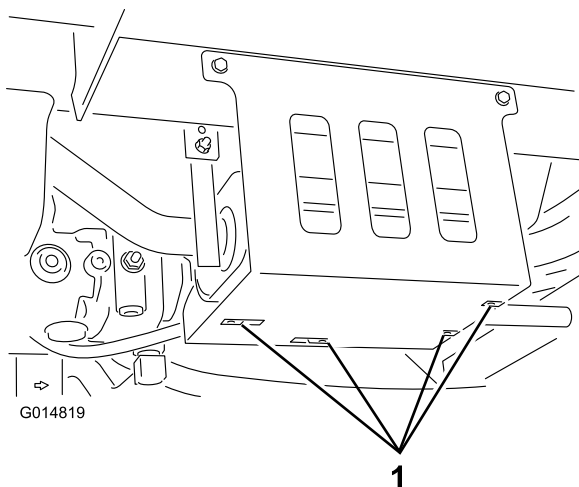

Рисунок 1
1. Установите 4 U-образных гайки на теплозащитный экран глушителя (Рисунок 1).